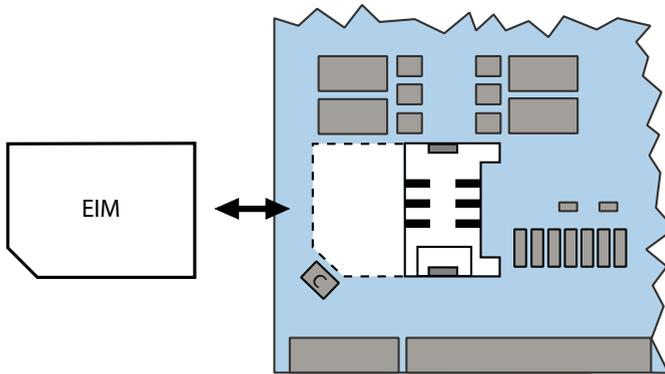

Fig. 85 EIM-Karte
4. Schieben Sie die neue EIM-Karte unter den Führungslaschen hindurch bis zum Anschlag in den Chipkartenhalter. Achten Sie darauf, dass sich die Kontakte der EIM-Karte unten befinden und dass die abgeschrägte Ecke der EIM-Karte gegen den Rand der Call-Manager-Karte zeigt und nicht auf dem Kondensator (C) aufliegt (siehe Fig. 85).